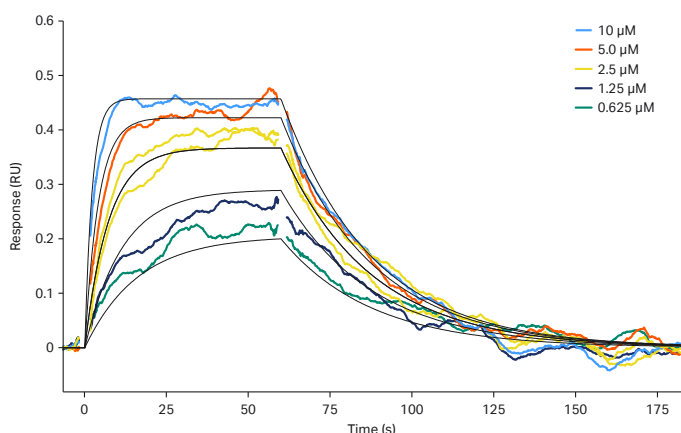

图 4. 即使最高浓度的响应值低于 0.5 RU，高灵敏的 Biacore™ 1S+ 依然能保证分析数据的可信度。(数据来自 CBSA 与碳酸酐酶 II 结合。数据拟合为 1:1 的拟合模型。最大响应值 [Rmax] 0.4 RU)。
Biacore™ 1 系列高质量的硬件设计、低基线噪音和高稳定信号，允许传感图在非常低的响应值 (RU) 时仍能得到真实的结合信号。在 Biacore™ 1S+ 中，传感图信号值即使在 mRU 级别仍都能清楚分辨 (图 4)。即使最高浓度的响应值低于 0.5 RU，您也可以对数据分析充满信心。